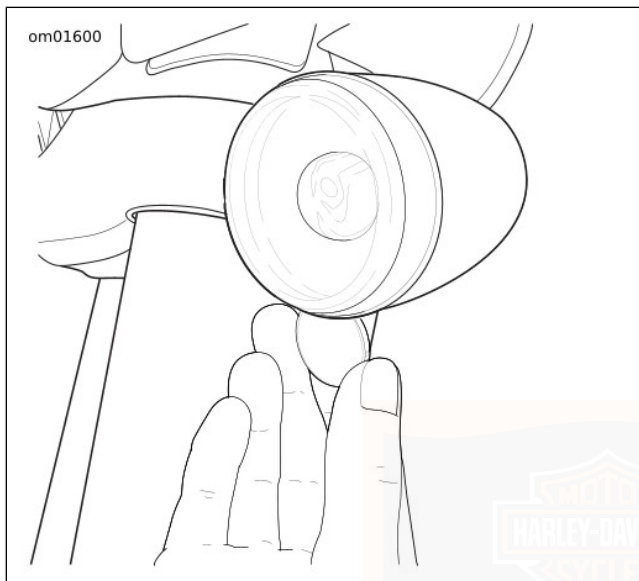

Figure 46. Encoche du capuchon de diffuseur
1. Voir Figure 46. Introduire la lame d'un petit tournevis (ou une pièce de monnaie) dans l'encoche en bas du capuchon du diffuseur. Tourner lentement la pièce jusqu'à ce que le capuchon du diffuseur sorte du boîtier d'ampoule.